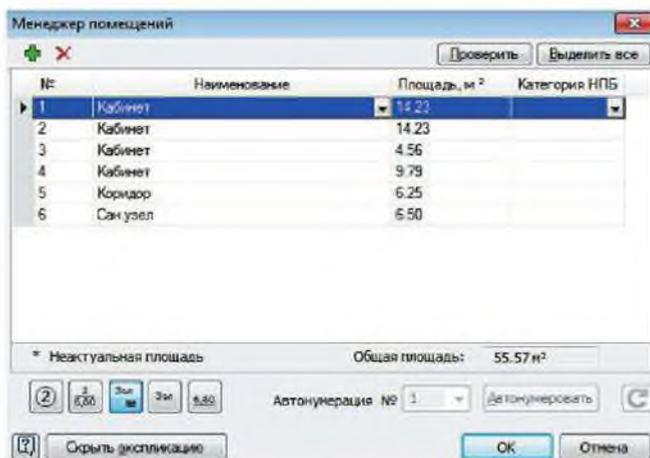
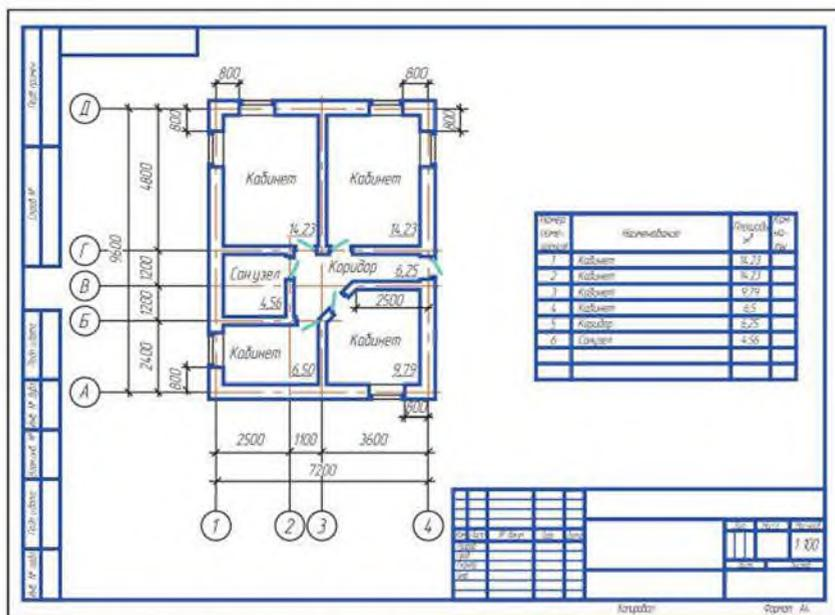

Рисунок 13.11 Вызов окна *Менеджер помещений*
Рисунок 13.12 Строительный чертеж с экспликацией помещений
2. Вызовите команду *Менеджер помещений*  в панели инструментов Библиотеки проектирования зданий и сооружений: AC/AP. В открывшемся окне нажмите кнопку *Показать экспликацию* (рисунок 13.11). Нажмите ОК. На листе чертежа появится экспликация (таблица с информацией о помещениях: порядковый номер, наименование и площадь, технические характеристики (рисунок 13.12).